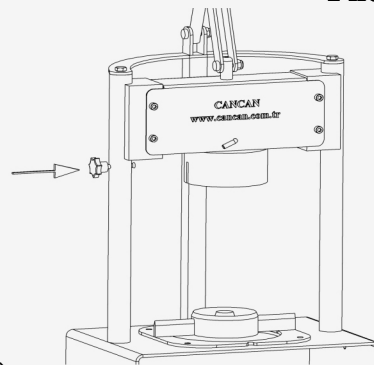

Рисунок 4
- ✓ Левой рукой нажмите внутрь на крепежный винт, находящийся с боку. (Рисунок4). Это будет препятствовать падению толкающего клина.